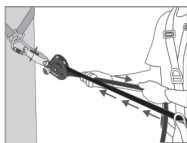
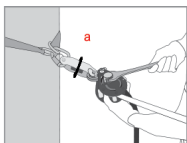

Fig. 3
Fig. 4
Una vez instalada la línea de vida, se debe realizar un ajuste previo de la tensión tirando manualmente de la cuerda (del lado del nudo de extremo, Fig. 3). Automáticamente la leva (8) y la palanca de leva (4) deben entrar en contacto con la cuerda. Abata la palanca de leva (4), y después, con una llave adaptada, aplique la tensión sobre el eje de ajuste de la tensión (1) hasta que la arandela testigo de tensión (a) colocada sobre el testigo de tensión (2) gire libremente (Fig. 4). En cuanto esta no pueda moverse, ¡NO APRIETE MÁS! Esto corresponde a una tensión previa en la línea de 0.5 kN aproximadamente. Durante el uso, compruebe con regularidad esta tensión (rotación de la arandela testigo de tensión) y ajuste en caso necesario tal como se ha explicado anteriormente.